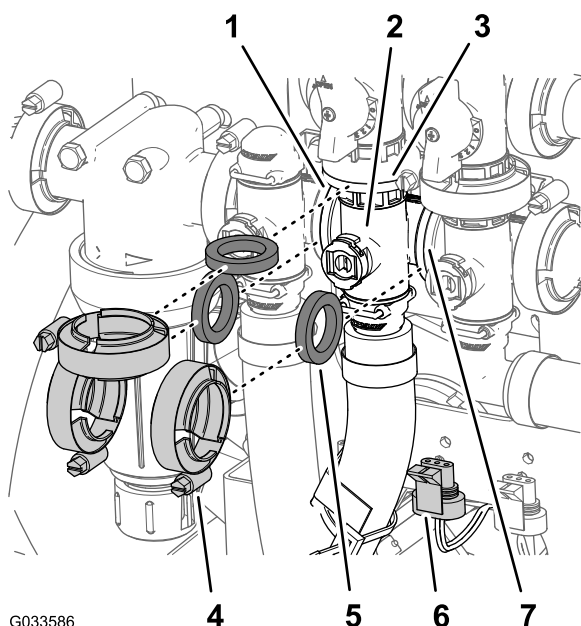

Figura 112
1. Retire as três braçadeiras de flange e as três juntas que fixam o coletor da válvula de agitação (Figura 112) à válvula de derivação de agitação, válvula de controlo de aplicação e válvula da rampa principal.